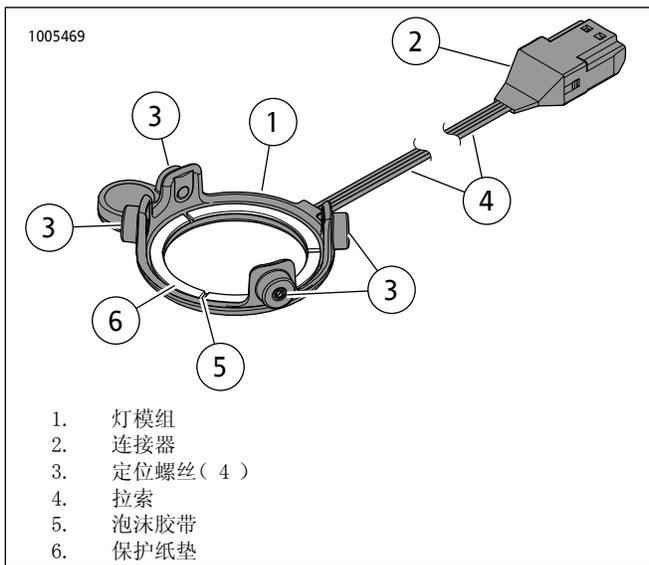

图5。圆形Stage I扬声器LED灯
- 参见图5。从灯模组(1)背面的泡沫胶带(5)去掉保护纸垫(6)。